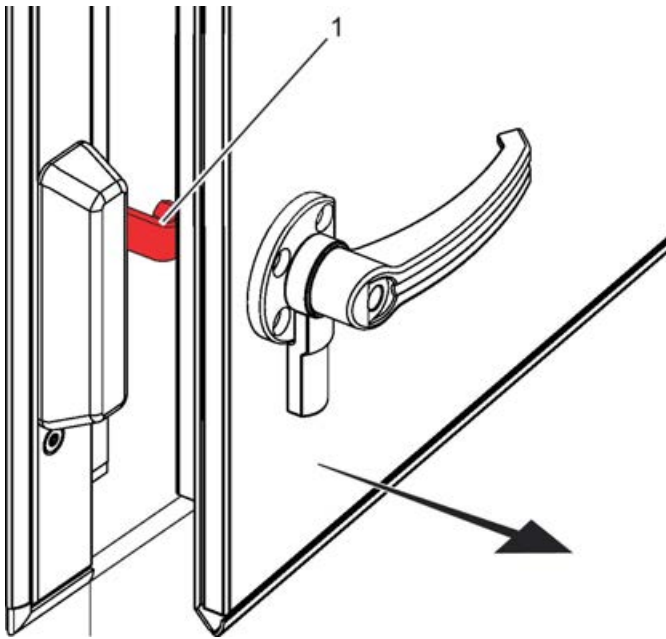

Abb. 17: Fangvorrichtung anschlagen
2. ▶ Die Revisionsstür vorsichtig bis zum Anschlag der Fangvorrichtung ( Abb. 17 /1) öffnen.